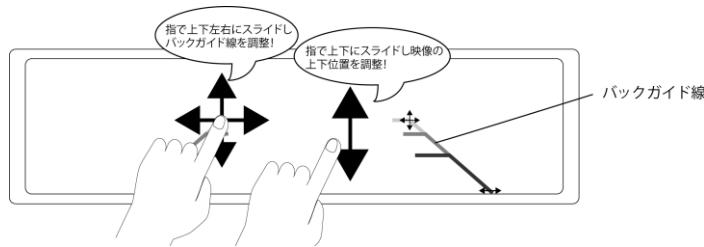

図25
- 5) 表示されたバックガイド線は、上下左右任意の位置へ調整することができます。また、液晶モニターを指で縦にスライド操作することでリアカメラ映像の上下位置も調整することができます (図25参照)。